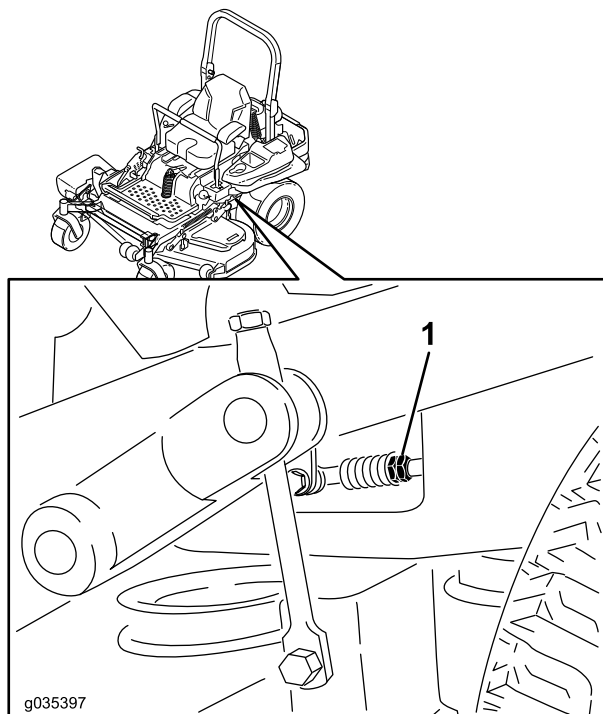

Figure 91
8. Réglez la longueur des tiges de commande de pompe en tournant les doubles écrous dans le sens voulu jusqu'à ce que les roues tournent légèrement en arrière (Figure 91).